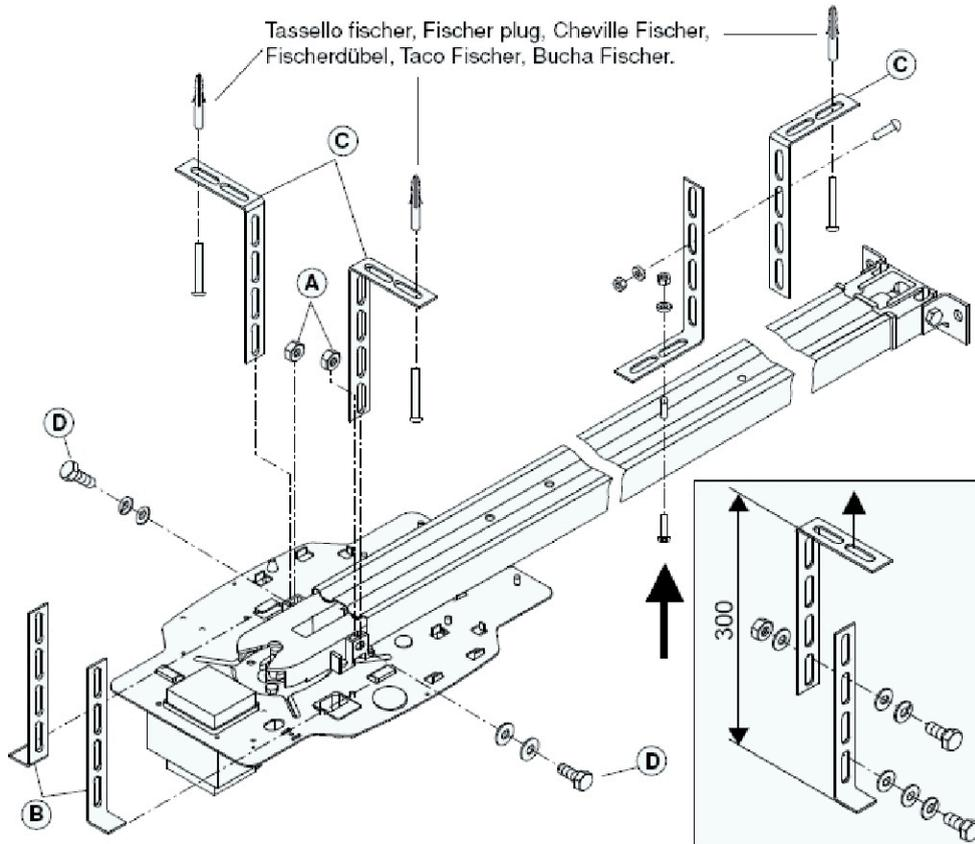

рис. 11
- см. рис.11, если привод крепится не к самому потолку (все время проверяйте линейность и перпендикулярность рейки)